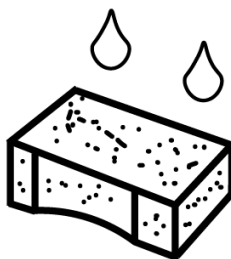

Abbildung 19
- Ölen Sie den Filter sorgfältig ein (Abb. 19). Verwenden Sie Motoröl.